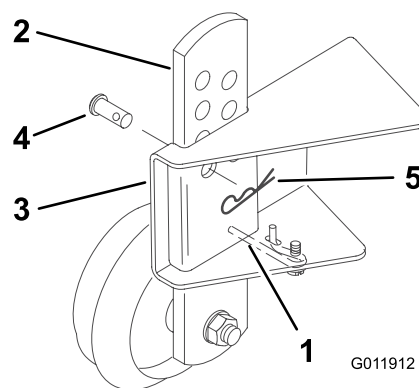

Figure 4
5. Comprimez le ressort antivibration, glissez la plaque de réglage de la roue de jauge dans le support de la roue et fixez-la à l'aide de l'axe et de la goupille fendue (Figure 4).